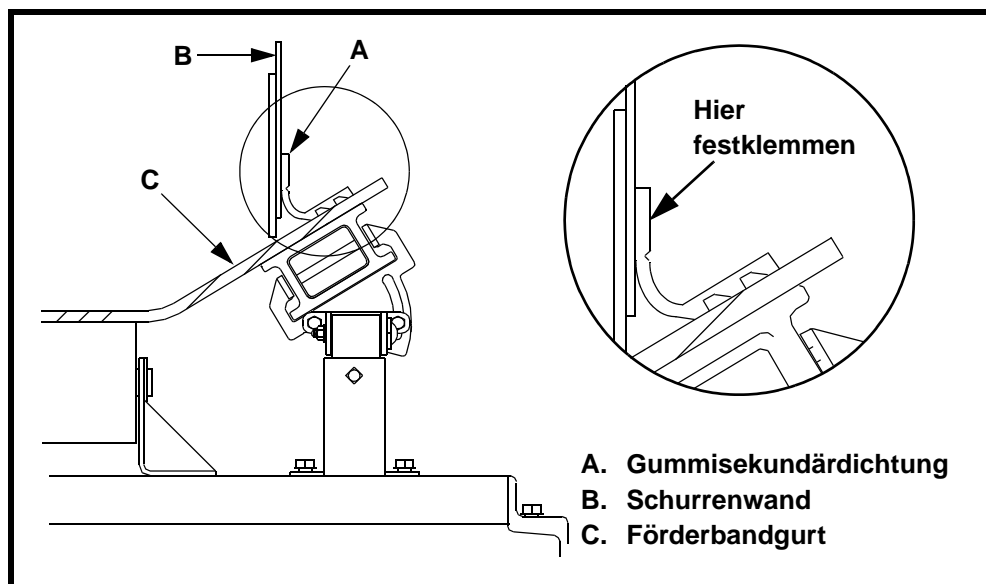

Abbildung 7. Installation der Gummisekundärdichtung
1. Die Gummisekundärdichtung bzw. die einteilige Dichtung (A, Abb. 7 oder 8) an der Schurrenwand (B) positionieren.